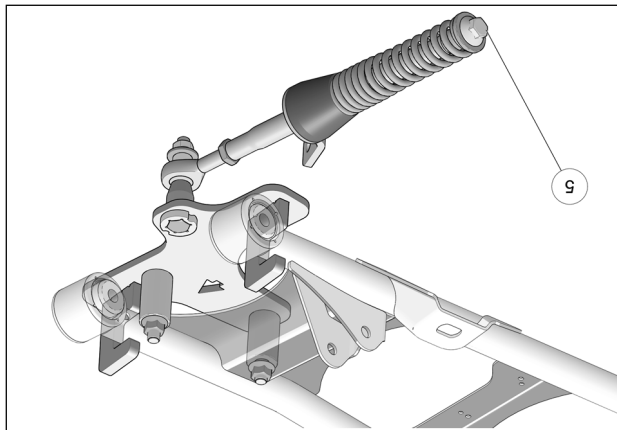

Fig. 11
11. Vérifier que le boulon du ressort (5) est serré au couple recommandé : 75 N•m [55 lb•pi]. Fig. 11